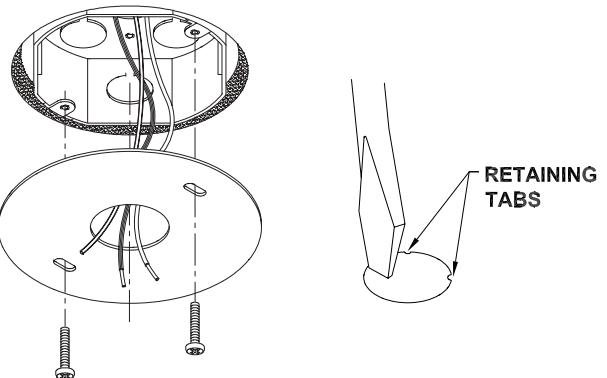

Fig. 2
**2. To install on a drywall ceiling:** (For safety, wiring compartments must be fully covered.) Align the slots in the J-Box cover with the holes in the junction box and feed the supply and ground wires through the center hole. Use the (2) #8 x 1" screws to secure the plate to junction box.
**See Figure 2.**
**2. Pour installer sur un panneau de gypse:** (Par mesure de sécurité, tout coffret de câblage électrique doit être complètement fermé.) Couper l'alimentation, aligner les fentes du couvercle de la boîte de jonction aux trous dans la boîte de jonction et passer les fils d'alimentation et de mise à la terre par le trou central. Utiliser les (2) vis de calibre 8 x1 po pour fixer la plaque à la boîte de jonction. **Voir la figure 2.**